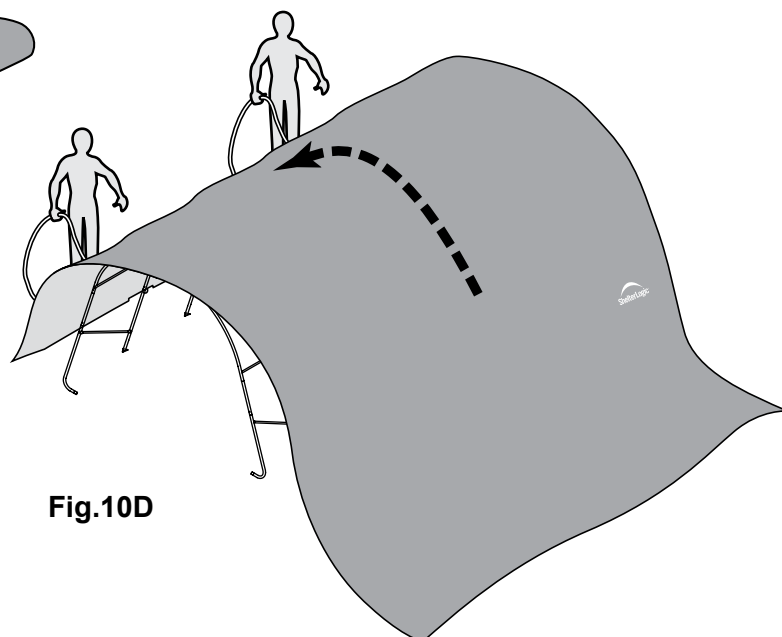

Fig.10D
**D.** Allez de l'autre côté de l'armature et placez la toile sur l'armature en tirant sur les cordes. Cette opération peut nécessiter deux personnes ou plus (fig. 10D).